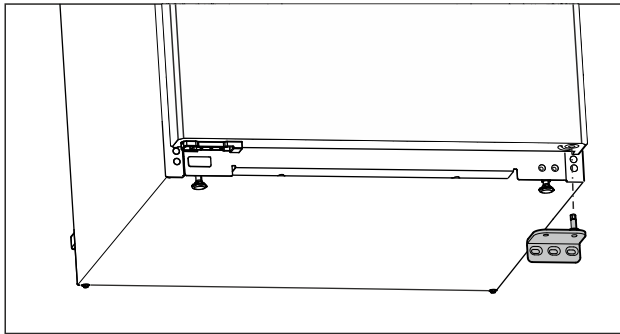

Fig. 7
- Ota laakerijalusta alaspäin pois. (katso Fig. 7)